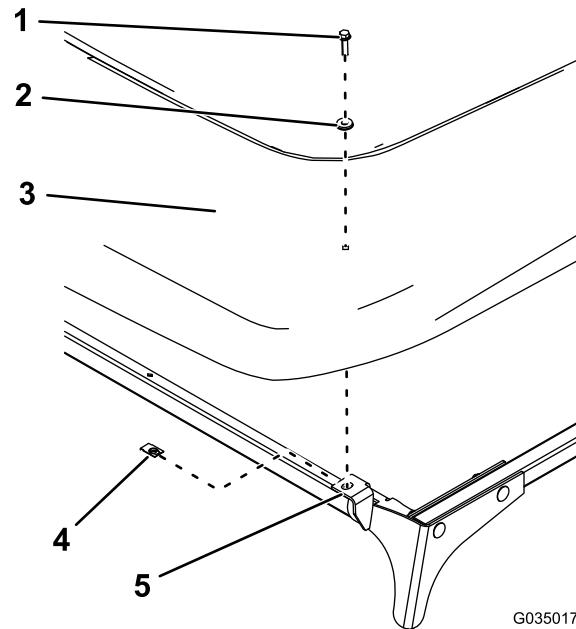

Figure 12
12. Fixez le pare-soleil aux plaques avant à l'aide de 2 clips, 2 rondelles d'étanchéité et 2 boulons à embase hexagonale (1/4" x 1"), comme montré à la Figure 12.